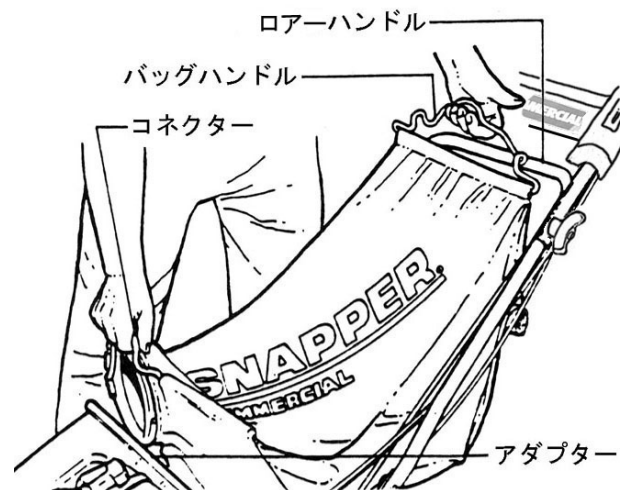

図 4-10
3. バッグの中の芝を捨てるには、コネクターを持ち上げ、後フックを後方に倒してバッグを開き芝を捨てます。(図4-10)